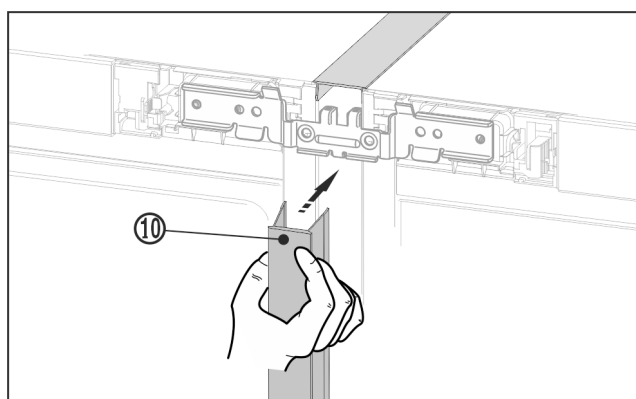

Fig. 28
- ▶ На передней стороне вдавите длинную декоративную планку Fig. 28 (10) в вертикальную щель. Обратите внимание, что планка опирается на соединительный лист.